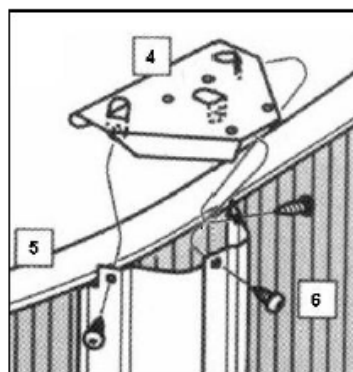

fig. 24
- Accrochez une plaque supérieure (Fig. 24) par dessus le rebord supérieur de la paroi de la piscine. Placez la plaque supérieure sur le sommet du montant avec les languettes à l'intérieur du poteau. Assurez-vous que le poteau soit bien vertical.
- Alignez les trous pour les vis et fixez en place de chaque côté (Fig 24).